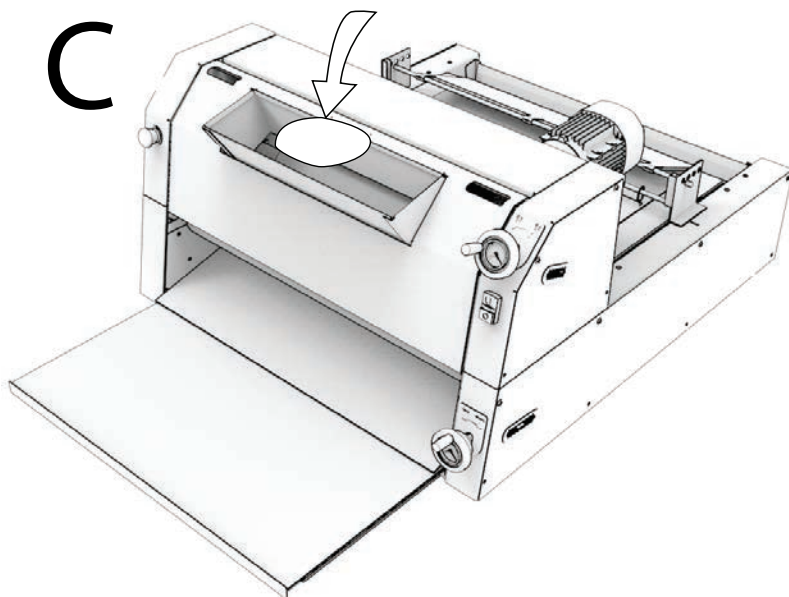

fig.13
- د. استعد قطع العجين مشكلة على بُساط الاستقبال (fig.13).